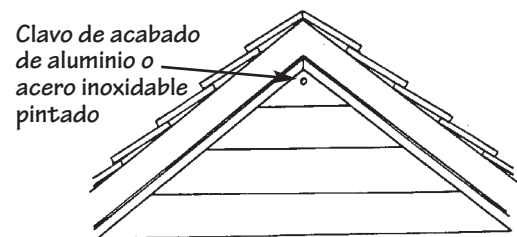

Figura 47.
- Podría ser necesario tener que sujetar el último panel del pico del hastial con un clavo para contramarcos. Use un clavo de 1 ¼" a 1 ½". Ésta es la única ocasión en que debe colocarse un clavo en la cara del revestimiento vinílico (Figura 47).